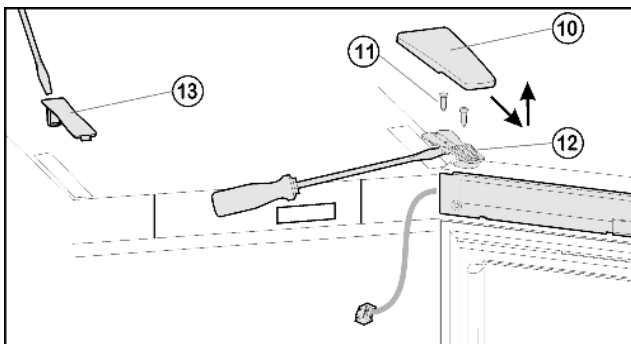
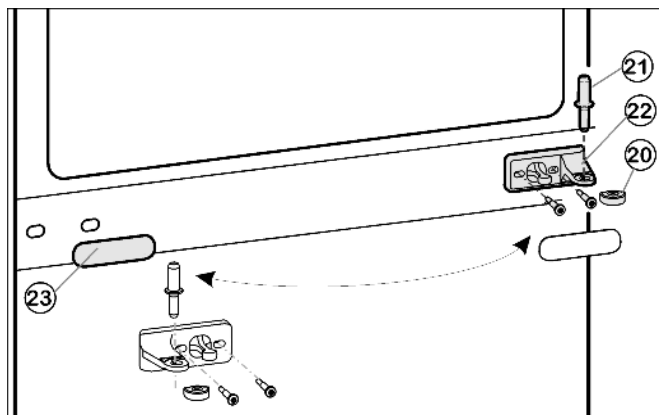
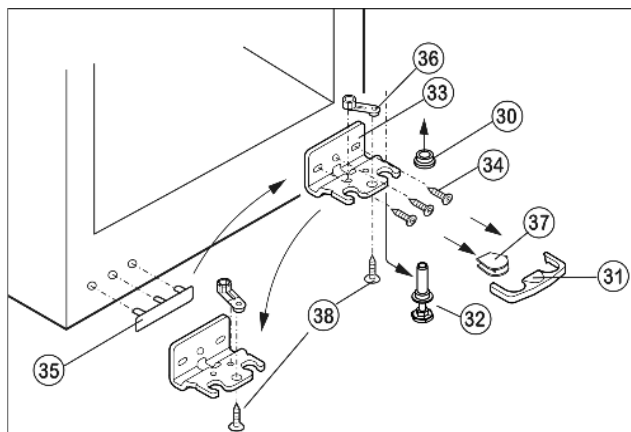

Fig. 5
Fig. 6
Fig. 7
- ▶ Tirer le cache Fig. 5 (10) vers l'avant et l'enlever par le haut.
- ▶ Retirer le cache Fig. 5 (13).
- ▶ Dévisser complètement les vis Fig. 5 (11).
- ▶ Enlever vers le haut la porte complète avec charnière Fig. 5 (12) et câble. Se servir du tournevis à tête fendue comme d'un levier en le glissant sous la charnière pour déboîter la porte avec précaution.
- ▶ Retirer le pivot du milieu Fig. 6 (21) de la charnière du milieu Fig. 6 (22) et de la porte inférieure.
- ▶ Retirer le capuchon en matière plastique Fig. 6 (20).
- ▶ Démontez la charnière du milieu Fig. 6 (22).
- ▶ Retirer avec précaution le panneau-cache Fig. 6 (23).
- ▶ Visser le support d'appui du milieu Fig. 6 (22), pivoté à 180°, sur le nouveau côté charnière avec un couple de serrage de 4 Nm.
- ▶ Faire encliquer le panneau-cache Fig. 6 (23) tourné à 180° du nouveau côté de la poignée.
- ▶ Enlever le dispositif d'arrêt Fig. 7 (31) vers l'avant.
- ▶ Enlever le cache Fig. 7 (37) en bas.*
- ▶ Visser entièrement le pied réglable Fig. 7 (32).
- ▶ Enlever le pivot Fig. 7 (32) vers le bas et vers l'avant. Ce faisant, respecter la douille de charnière. douille de charnière Fig. 7 (30) vers le bas et vers l'avant. Ce faisant, respecter la douille de charnière.
- ▶ Dévisser le support d'appui Fig. 7 (33)(3 x Torx 25) Fig. 7 (34).
- ▶ Dévisser l'élément pivotant Fig. 7 (36)(1 x vis Torx 25) Fig. 7 (38) et le replacer dans le logement opposé de la charnière, puis le revisser.
- ▶ Soulever le cache Fig. 7 (35) du côté poignée avec précaution et le déplacer.
- ▶ Revisser le support d'appui Fig. 7 (33) sur le nouveau côté charnière en utilisant une visseuse sans fil si nécessaire, avec un couple de serrage de 4 Nm.
- ▶ Mettre le cache sur le côté opposé Fig. 7 (37).*
- ▶ Le dispositif d'arrêt (31) doit s'enclencher latéralement sur la charnière afin de protéger les pivots d'appui et la porte.
- ▶ Replacer le dispositif d'arrêt (31) sur la charnière.
- ▶ Remettre en place la douille de charnière Fig. 7 (30).
- ▶ Placer la porte par le haut sur le pivot inférieur Fig. 7 (32).
- ▶ Remettre le capuchon en plastique Fig. 6 (20) sur la charnière du milieu Fig. 6 (22).
- ▶ Placer le pivot d'appui central Fig. 6 (21) au travers la charnière du milieu Fig. 6 (22) dans la porte inférieure.
- Placer la porte supérieure sur le pivot d'appui central Fig. 6 (21), fermer la porte et placer la charnière supérieure Fig. 5 (12) de telle sorte à ce qu'elle s'encliquète dans la face supérieure de l'appareil.
- Visser le support d'appui Fig. 5 (12) avec un couple de serrage de **4 Nm**. Pointer les trous de vissage ou utiliser une visseuse sans fil.
- Faire encliqueter le cache Fig. 5 (10) et le cache Fig. 5 (13).
- Aligner éventuellement la porte par rapport aux deux trous oblongs du support d'appui inférieur Fig. 7 (33) et du support d'appui central Fig. 6 (22) pour qu'elle affleure avec l'habillage de l'appareil. Pour cela, dévisser les vis centrales du support d'appui inférieur Fig. 7 (33).